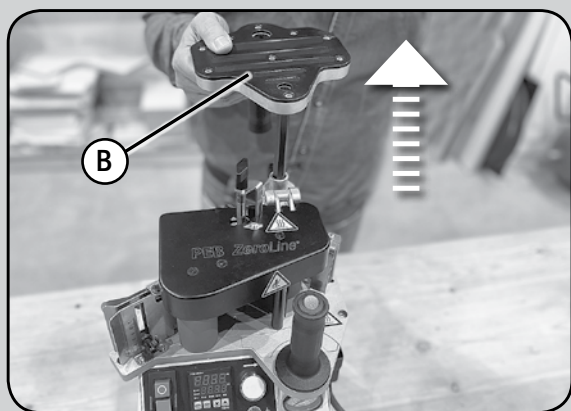
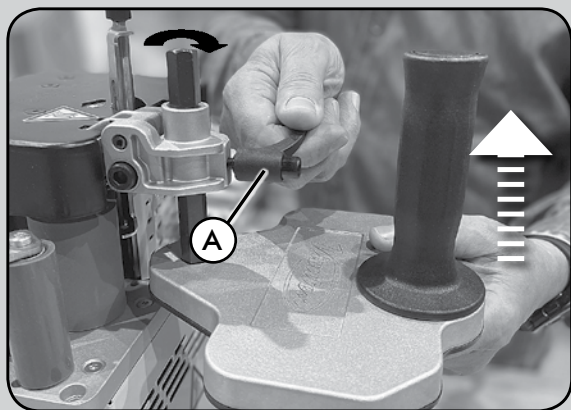

Fig. 3
Fig. 4
- Desenrosque la manecilla A (Fig. 4) y extraiga el soporte guía B (Fig. 3) y móntelo según del modo que se muestra en la (Fig. 4).